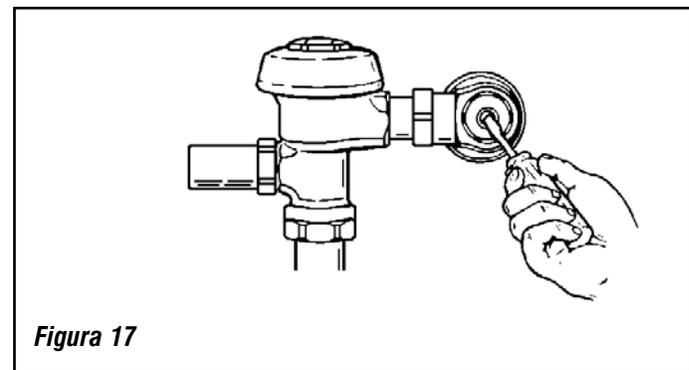

Figura 17
Paso 7 — Ajuste la Llave de Paso (Figura 17)